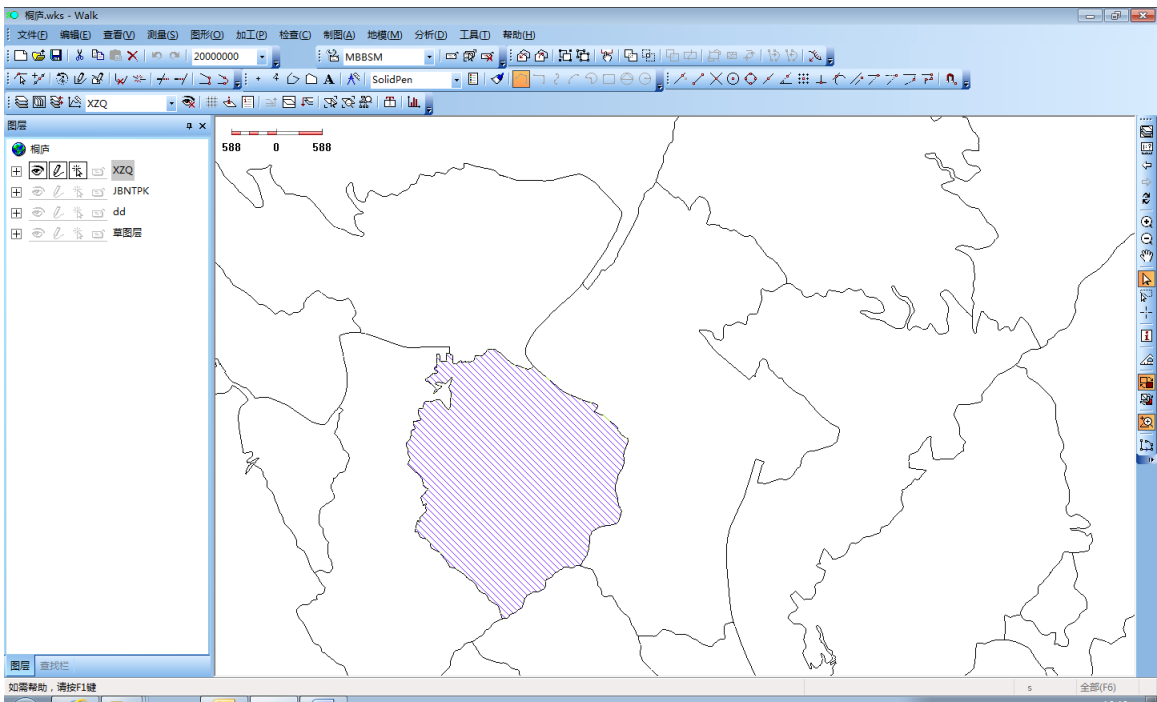

图 0-53 确定影像下载范围
- 2) 在工作空间中划定一个范围（闭合的线地物或面地物），如图 0-53 所示。注意所选线地物或面地物所在图层须可编。